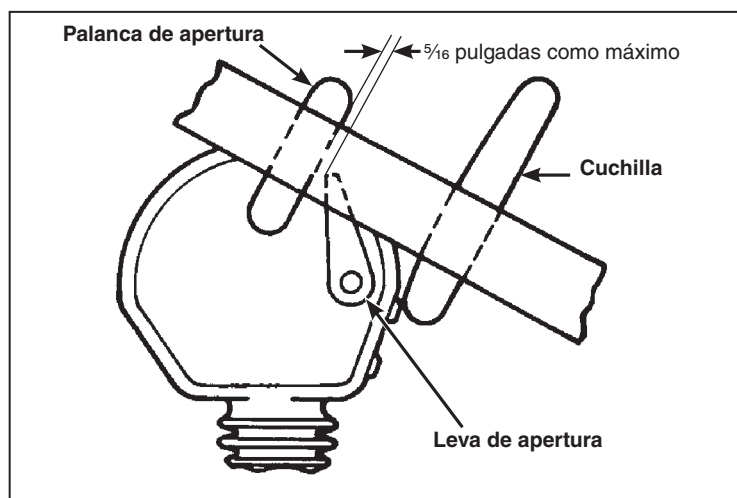

Figura 41. El ensamble de las cuchillas moviéndose en dirección de cierre.
- (a) A medida que la cuchilla se mueve en la dirección de cierre, la distancia entre la palanca de apertura de la cuchilla y la leva de apertura del interruptor debe estar dentro del límite indicado. Ver Figura 41.